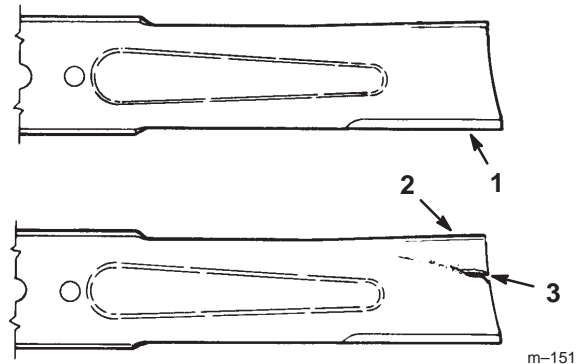

Figure 27
1. Inspectez les tranchants des lames (Fig. 27). Si elles ne sont pas tranchantes ou si elles présentent des indentations, déposez et aiguisiez les lames (voir Aiguisage des lames, page 30).
2. Inspectez les lames, surtout la partie incurvée (Fig. 27). Remplacez immédiatement toute lame endommagée, usée ou qui présente une entaille (repère 3 de la Fig. 27).